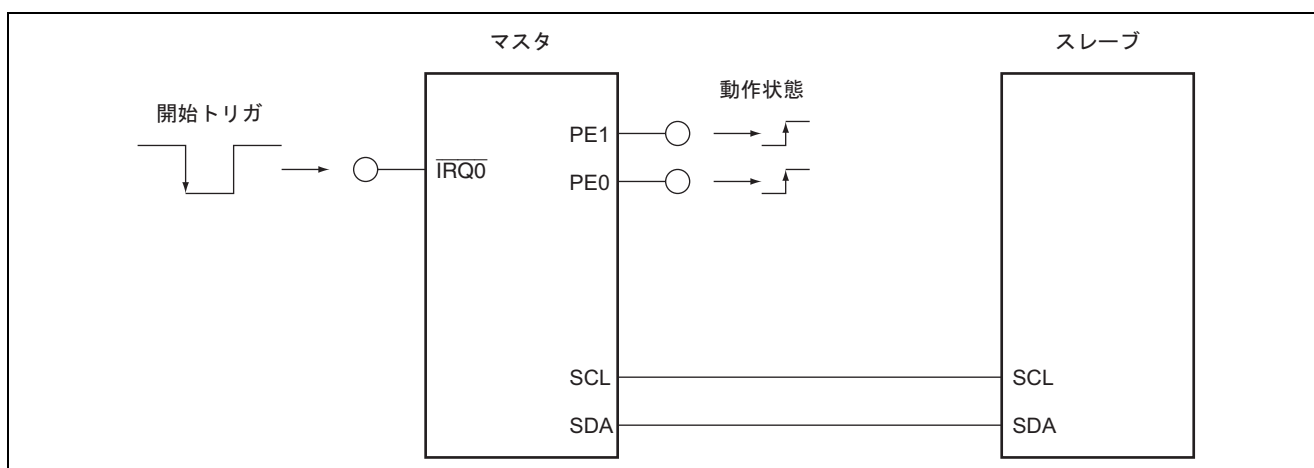

図 1 I2C バスインタフェースシングルマスタモード通信接続図
- 図 1 に I2C バスインタフェースによるシングルマスタモード通信の接続図を示します。図 1 に各デバイスのスレーブアドレスと SAR\_0 レジスタへの設定値を示します。